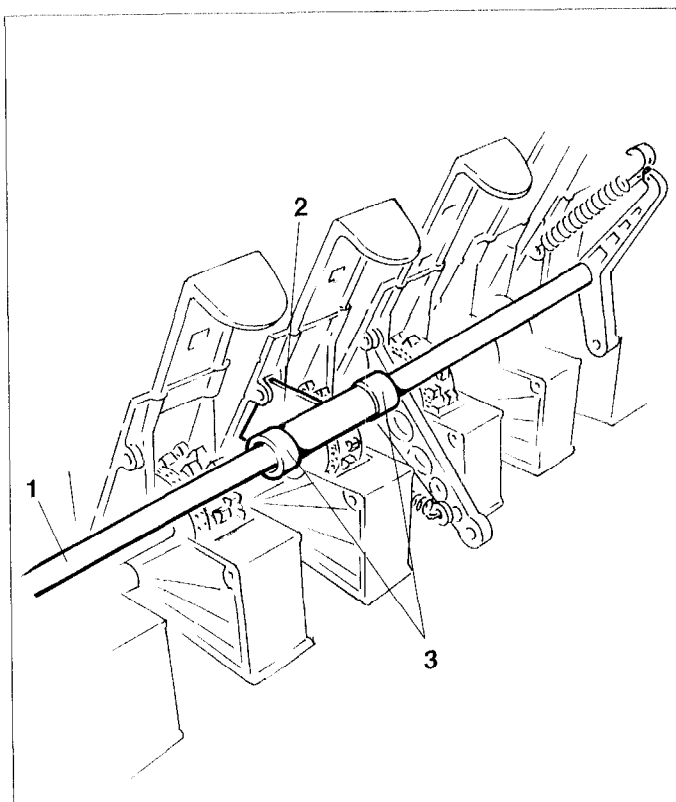

Fig. 13.16
- Vorgelegewelle (Fig. 13.16/1) hochklappen. Dabei ist eine Halterung (Fig. 13.16/2), die die Vorgelegewelle axial sichert, in die Aussparung eines Sägehäuses zu schieben. Halterung axial mit Stellringen (Fig. 13.16/3) sichern.